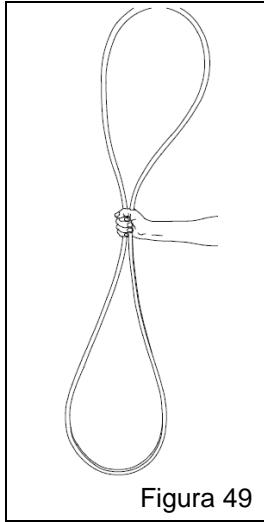

Figura 49
- d) Pegue a correia nova, segure ao meio (Figura 49);